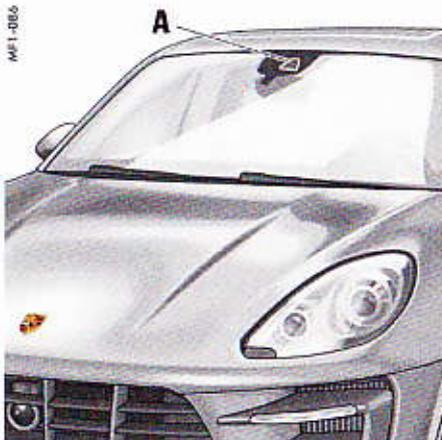

Fig. 121 : Position de la caméra
- ▶ Pour ne pas influencer la puissance de détection de la caméra : Ne bloquez pas la zone de la caméra au niveau du rétroviseur intérieur (voir Fig. 121 à la page 159) avec des corps étrangers (par exemple, autocollant).